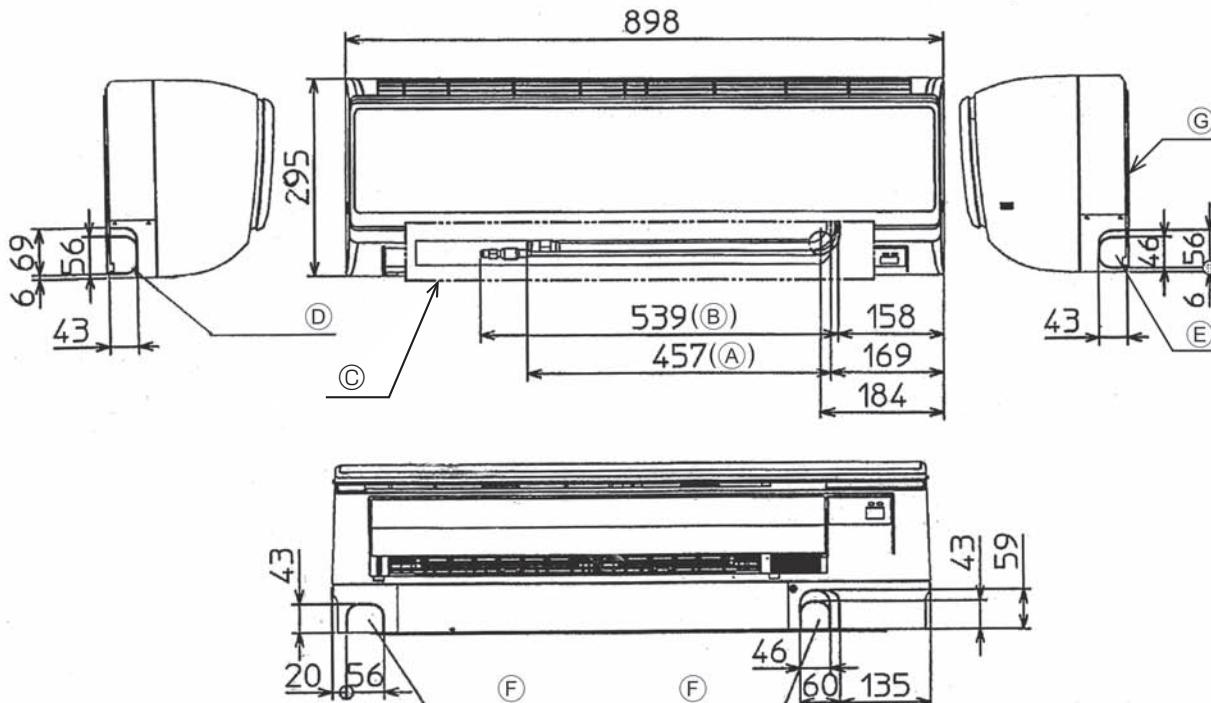

Fig. 4-2
4.2. Anordnung der Kältemittel- und Ablaßrohrleitungen (Fig. 4-2)
- Ⓖ Montageplatte ①